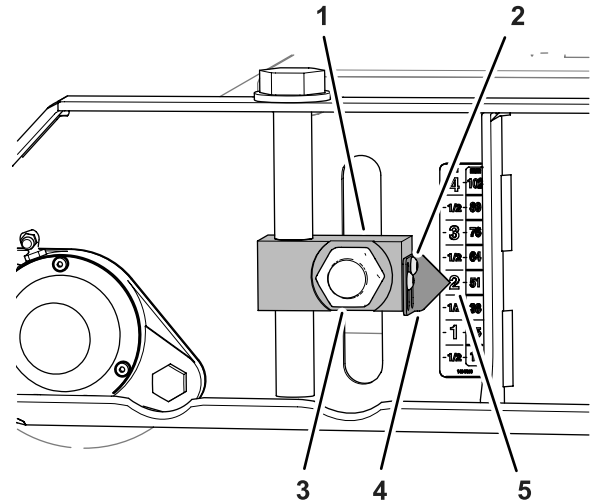

図 82
3. 刈高アジャスタブロックにポイントを固定しているソケットヘッドねじ2本をゆるめて、ポイントをデカルの51 mm 2"マークに合わせて、ねじを元通りに締め付ける **図 82**。
7. 前後のローラの刈高アジャスタブロック4個固定しているナット4個 図 82 と 図 84 を、322396 N·m 33-40 km.m = 238-292 ft-lb にトルク締めする。